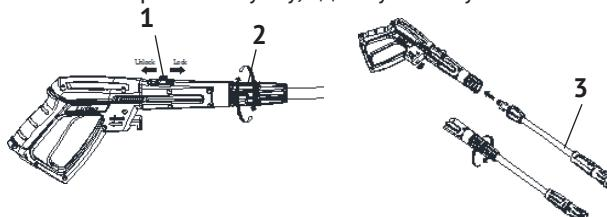

рис.3
- 7.1.2 Установка насадки-распылителя в пистолет (рис.3):
- разблокировать зажимную втулку пистолета (рис.3 поз.2), сдвинув ползунок фиксатора (рис.3 поз.1) на себя (положение – «Unlock»);
- вставить насадку-распылитель (рис.3 поз.3) в пистолет;
- изменив настройки насадки-распылителя (рис.3 поз.3) обработать объект чистой водой.